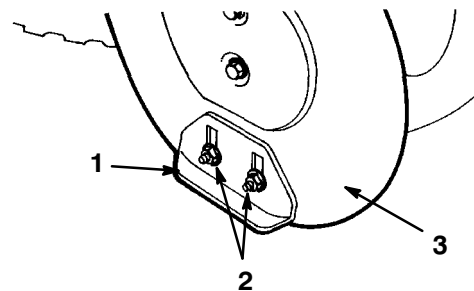

Figure 31
4. Desserrez les 4 boulons à embase qui fixent les deux patins sur les côtés du carter de tarière (Fig. 31) jusqu'à ce que les patins puissent coulisser aisément vers le haut et vers le bas.
9. Serrez les 4 écrous à embase qui fixent les deux patins sur les côtés du carter de tarière (Fig. 31).